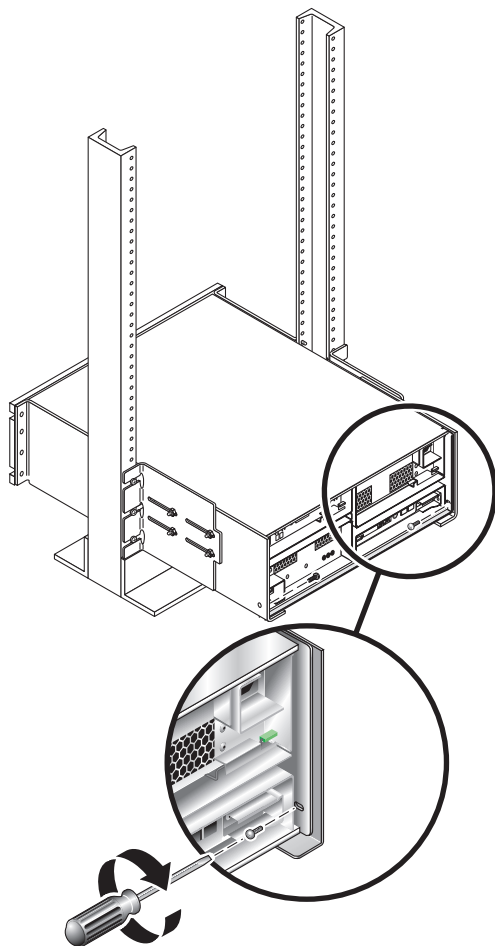

FIGURE C-8 Fixation du plateau à l'arrière du rack
6. À l'arrière du plateau, réglez une dernière fois la longueur des rails afin d'aligner les points de montage arrière (voir FIGURE C-8) des rails et de la baie.
7. À l'arrière du plateau, munissez-vous du tournevis à tête fraisée pour installer et serrer deux vis à tête fraisée 6-32 (une par côté) dans les points de montage arrière (voir FIGURE C-8).